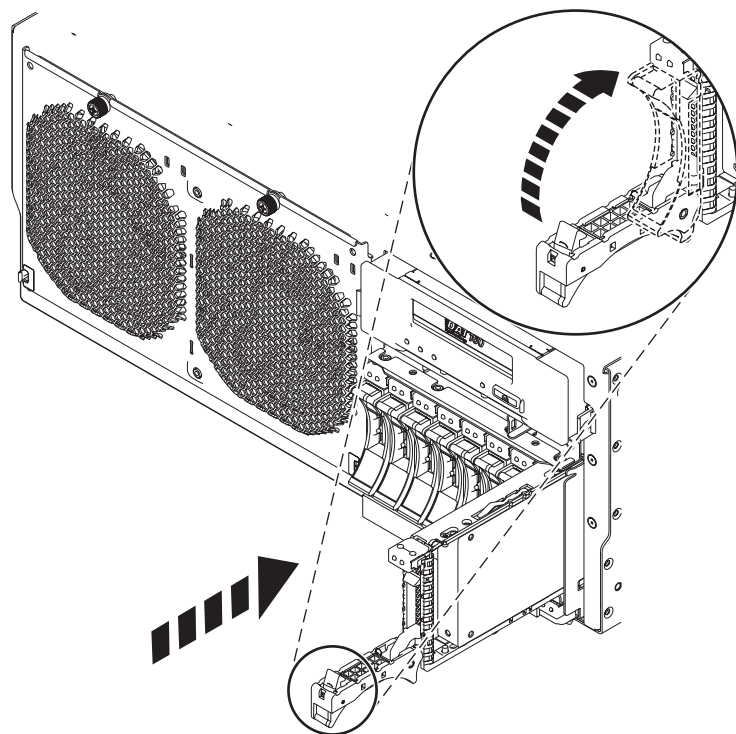

Figura 53. Sustitución de una unidad de disco o unidad de estado sólido en el sistema
- Deslice la unidad de disco o la unidad de estado sólido hasta el fondo del sistema o de una unidad de expansión y empuje el asa de la unidad **(A)** hacia adentro hasta que quede bloqueada, como se muestra en Figura 53.